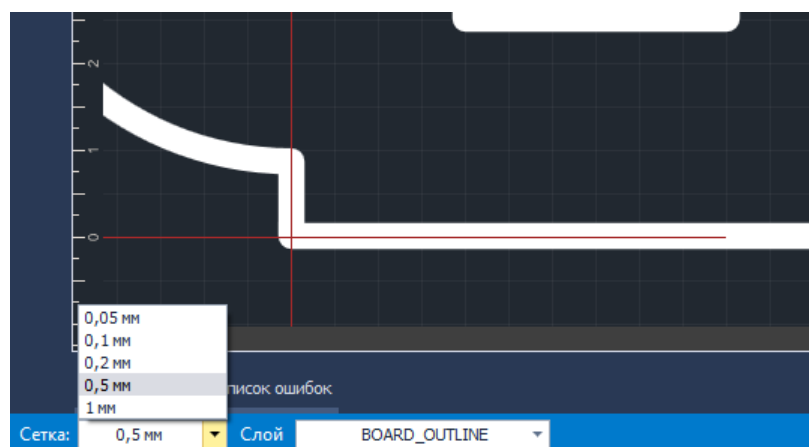

Рис. 60 Изменение величины графической сетки
- Установить с помощью выпадающего списка, расположенного на строке состояния, такую величину графической сетки, которая обеспечит нужную точность позиционирования, см Рис. 60.